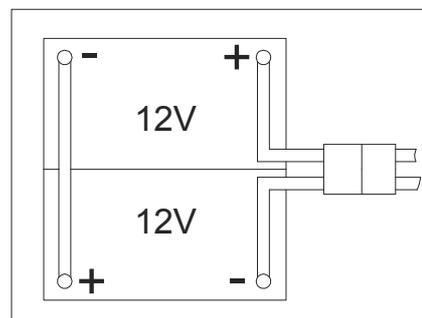

Figura 3
La máquina requiere dos baterías de 12 V, conectadas según el diagrama (Figura 3).
- Abra la tapa del depósito de recogida (1) y compruebe si el depósito de recogida (25) está vacío; de lo contrario vacíelo mediante la manguera de desagüe. (22)
- Cierre la tapa del depósito de recogida (1).
- Vuelque el depósito de recogida con cuidado (25).
- Pase e instale el cable de las baterías como se indica (en la Figura 3), luego apriete cuidadosamente la tuerca en cada uno de los terminales de la batería.
- Coloque la tapa protectora en cada terminal, a continuación, conecte el conector de la batería (38).
- Baje con cuidado el depósito de recogida (25).